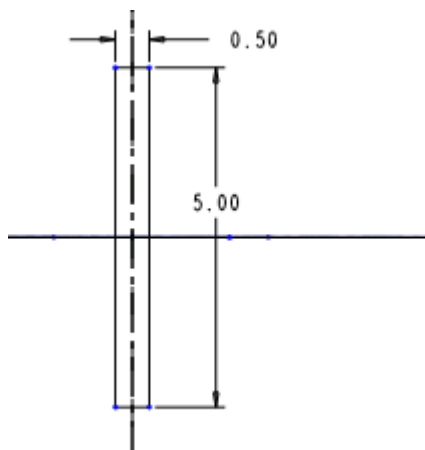

图 57-9
- (4) 单击【方向】菜单中的【正向】，进入草绘工作环境。
- (5) 绘制 0.5×5 的一个矩形作为扫描截面，如图 57-9 所示。